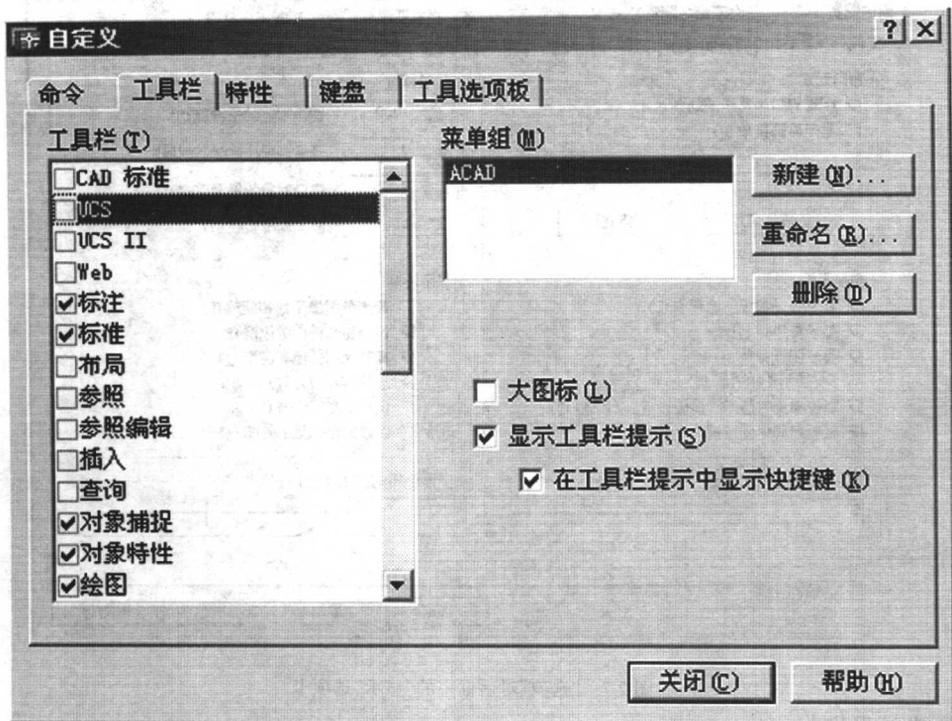

图 2-5 “自定义”对话框
(2) 单击“视图→工具栏”菜单项,弹出如图 2-5 所示的“自定义”对话框。单击“工具栏”选项卡,在“工具栏”列表中单击工具栏选项前的复选框,单击空白的复选框,使之显示“√”,则在绘图窗口中出现该工具栏;单击含有“√”的复选框,则清除“√”,即关闭相应的工具栏。